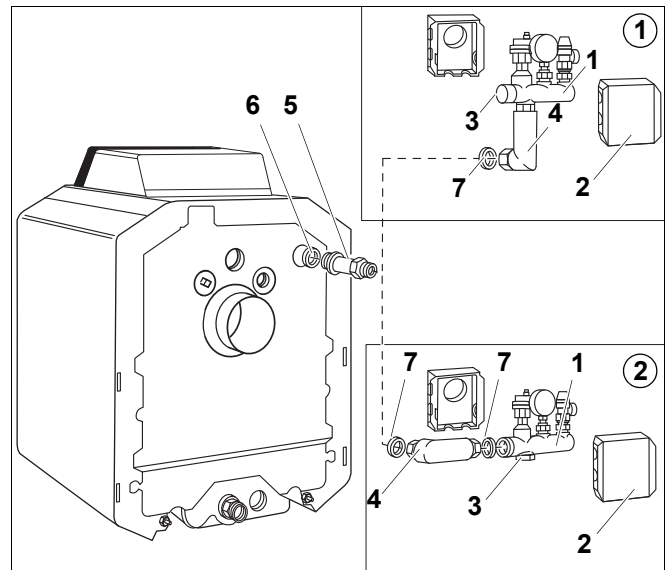

Рис. 1 Комплект безопасности для котла G125
1. Вверх сбоку от котла (пример ①); рис. 1).
2. Сбоку от котла (пример ②); рис. 1).
3. Вверх за котлом (как пример 1, но коллектор со штуцерами (рис. 1, [1]) повернут на 180°, без рис.).
- Вверните двойной ниппель G1 x G1 (рис. 1, [5]) с уплотнительным кольцом в отверстие предохранительной подающей линии котла.
- В зависимости от варианта монтажа комплекта безопасности наверните заглушку (рис. 1, [3]) на нижний или боковой штуцер коллектора.
- Вложите уплотнение в резьбовое соединение (рис. 1, [4]) и соедините уголок с коллектором.
- Вырежьте теплоизоляционные элементы (рис. 1, [2]) в соответствии с подключениями, например, для слива от предохранительного клапана. Вставьте теплоизоляционные элементы сверху один в другой и затем сожмите их внизу.